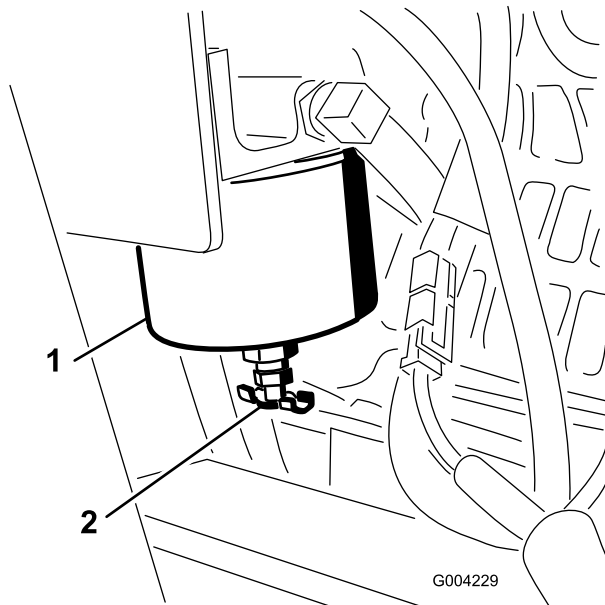

Figura 30
Drene el agua y otros contaminantes del filtro de combustible/separador (Figura 30) de agua a diario.
1. Localice el filtro de combustible en el lado derecho del motor (Figura 30), y coloque debajo un recipiente limpio.
1. Limpie la zona de montaje del cartucho del filtro (Figura 30).
2. Retire el cartucho del filtro y limpie la superficie de montaje (Figura 30).
de montaje, luego gírelo media vuelta más (Figura 30).